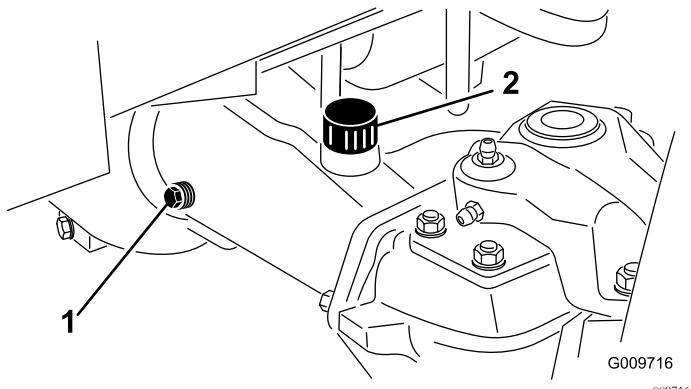

Figure 56
2. Enlevez un bouchon de contrôle à une extrémité du pont arrière (Figure 56) et vérifiez que le lubrifiant atteint la base de l'orifice.
**Remarque:** Si le niveau est trop bas, enlevez le bouchon de remplissage (Figure 56) et ajoutez une quantité suffisante de lubrifiant pour amener le niveau au bas des orifices de contrôle.